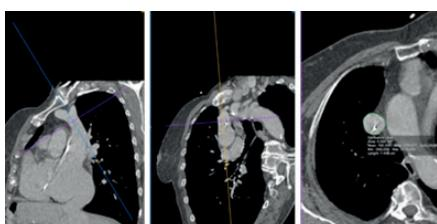

Figura 4: Ajuste los planos
- Coloque el centro de la intersección de la línea en el punto de interés. Repita para los 3 planos presentados en la pantalla MPR 3D (figura 4).